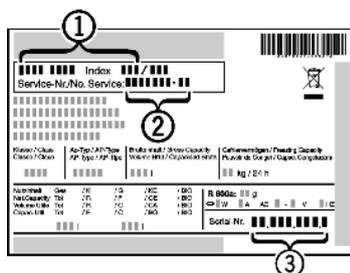

Fig. 31
- ▶ Leggere la denominazione dell'apparecchio Fig. 31 (1), il n° assistenza Fig. 31 (2) e il n° di serie Fig. 31 (3) sulla targhetta identificativa. La targhetta identificativa è situata all'interno dell'apparecchio, sul lato sinistro.
- ▶ Informare il servizio di assistenza e comunicare il difetto, la denominazione dell'apparecchio Fig. 31 (1), il n° assistenza Fig. 31 (2) e il n° di serie Fig. 31 (3).